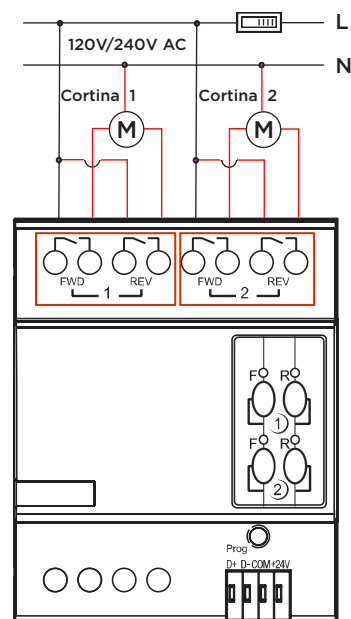

Figura 5. Ligação Elétrica - Exemplo
- Recomenda-se a instalação de um disjuntor entre o módulo e a fase que alimenta os canais do módulo, conforme a Figura 5.